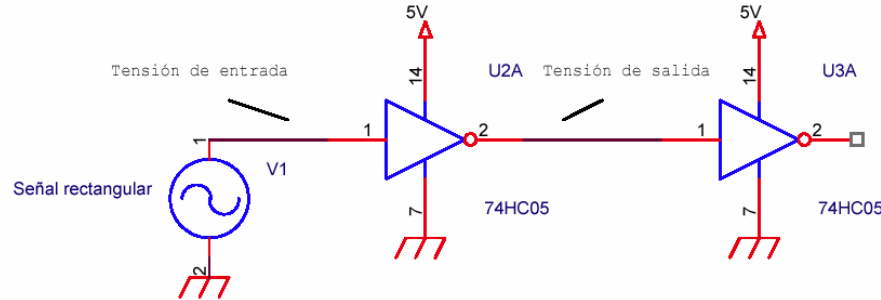

Figura 4
- 3) Calcular los tiempos de propagación del inversor U2A suponiendo que la señal rectangular es ideal, de 5V de amplitud, y que el inversor está cargado a su vez con otro inversor según la figura 4.